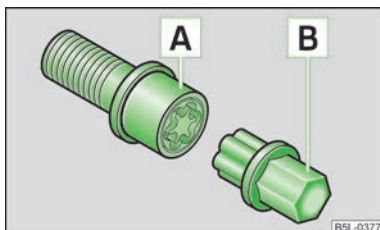

Fig. 115
- Introduceți adaptorul **B** » fig. 115 cu partea zimțată până la limită pe dantura interioară a șurubului antifurt **A**, astfel încât să se mai vadă doar partea sa hexagonală.